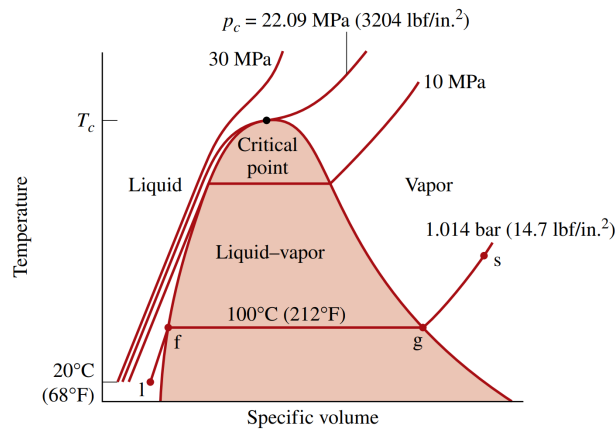

Figura 4: Diagrama  $T - v$
**Estado líquido** O sistema inicia numa fase líquida, denominada de **líquido sub-arrefecido**, **líquido comprimido**, ou apenas líquido. À medida que aumenta a temperatura, o volume específico aumenta gradualmente até atingir o ponto f da figura 4. Ao estado representado pelo ponto f chama-se **líquido saturado**.
**Mistura líquido-vapor** Após atingir o estado de líquido saturado, qualquer transferência adicional de calor leva à formação de vapor, sem qualquer alteração da temperatura. O sistema consiste numa mistura de duas fases líquido-gás. Ao continuar a transferir energia por calor, o sistema chega eventualmente ao ponto g da figura 4. A este estado chama-se **vapor saturado**.
**Estado gasoso** Assim que o sistema atinge o estado de vapor saturado, transferência adicional de energia leva ao aumento tanto da temperatura como do volume específico. Este estado corresponde ao ponto s da figura 4, e é chamado de **vapor sobre-aquecido**, ou simplesmente vapor.